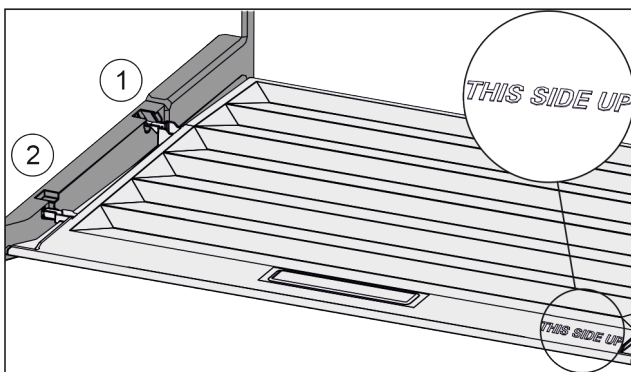

Fig. 84
- ▶ Вставити поперечні ребра через отвір заднього тримача Fig. 84 (1) і зафіксувати спереду у тримачі Fig. 84 (2).